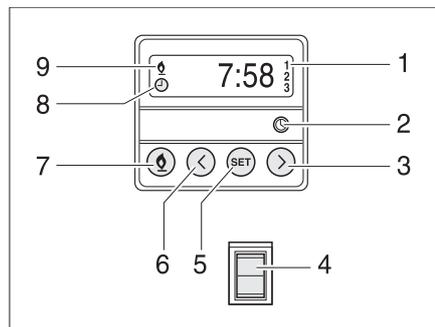

Bild 200 Bedieneinheit für Standheizung
**Manuell einschalten:** ■ Taste (Bild 200,7) drücken. Der Heizbetrieb wird durch das Symbol (Bild 200,9) angezeigt. Das Gebläse wird erst bei einer Kühlwassertemperatur von 30 °C zugeschaltet.
**Manuell ausschalten:** ■ Taste (Bild 200,7) drücken. Das Symbol (Bild 200,9) erlischt.
**Motorbeheizung zuschalten:** ■ Schalter (Bild 200,4) unten drücken. Motor wird vorgewärmt. Das Gebläse wird sofort zugeschaltet.
**Motorbeheizung abschalten:** ■ Schalter (Bild 200,4) oben drücken. Motor bleibt kalt.
**Uhrzeit einstellen:** ■ Taste (Bild 200,2) drücken. Die Uhrzeiteinstellung wird durch das Symbol (Bild 200,8) angezeigt.
■ Mit den Tasten (Bild 200,3 und 6) die Uhrzeit einstellen.
**Heizbeginn programmieren:** ■ Taste (Bild 200,5) drücken.
■ Innerhalb von 10 Sekunden mit den Tasten (Bild 200,3 und 6) die Einschaltzeit einstellen.
**Programmierte Einschaltzeit auswählen:** ■ Taste (Bild 200,5) so oft drücken, bis die gewünschte Programmnummer (Bild 200,1) im Display angezeigt wird.